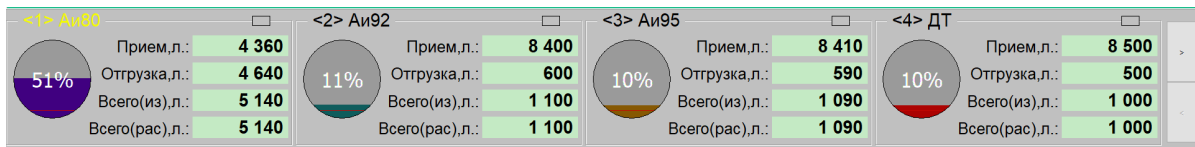

Рисунок 4. Панель емкостей.
- **Панель емкостей** – содержит краткую информацию о состоянии емкостей, используемых в системе (рисунок 4). Более подробную информацию об отображаемых параметрах емкостей см. ниже. Может отсутствовать в основном окне, если снята галочка "Панель емкостей" в разделе "Настройки внешнего вида" режима "Настройки".